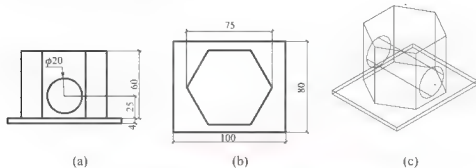

图 6.82 三维实体的消隐、着色和渲染
- (1) 绘制图 6.82 所示的实体造型, 显示其正等测投影, 实体用白色金属作为材料, 设置平行光源, 实体各个面交线要分辨清楚。
- (2) 绘制图 6.82 所示的实体造型, 显示其正等测投影, 实体六棱柱的材质为红色塑料, 下面的底板为白色玻璃, 设置位于实体的左、前和上方的白色点光源, 要求能看到圆孔的底部。
- (3) 对 (1) 和 (2) 步的实体进行消隐和着色观察。